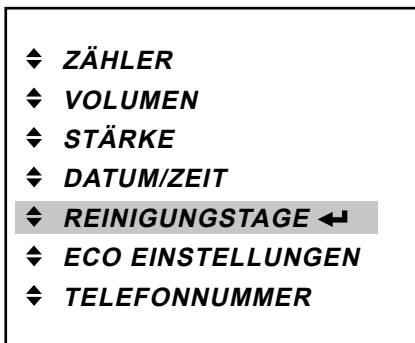

Abb. 42
- Drücken Sie die Entertaste ◀ um das Menü «REINIGUNGS-TAGE» aufzurufen. (Abb. 42)